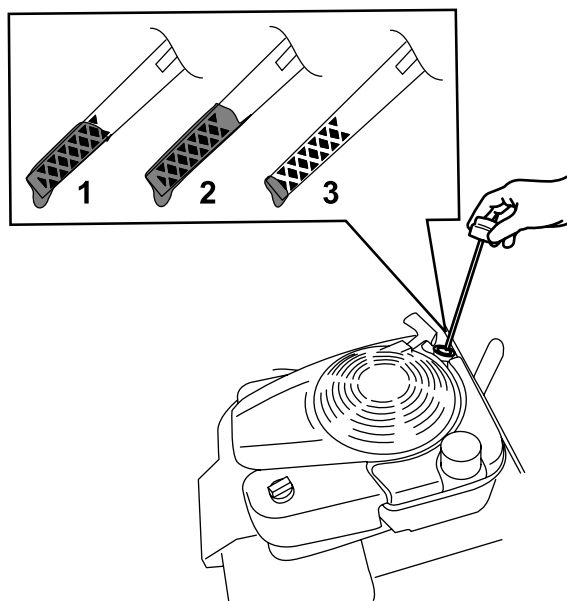

Рисунок 32
3. Извлеките масломерный щуп, повернув крышку против часовой стрелки и вытянув его (Рисунок 32).
10. Определите уровень масла по отметкам на щупе (Рисунок 32).